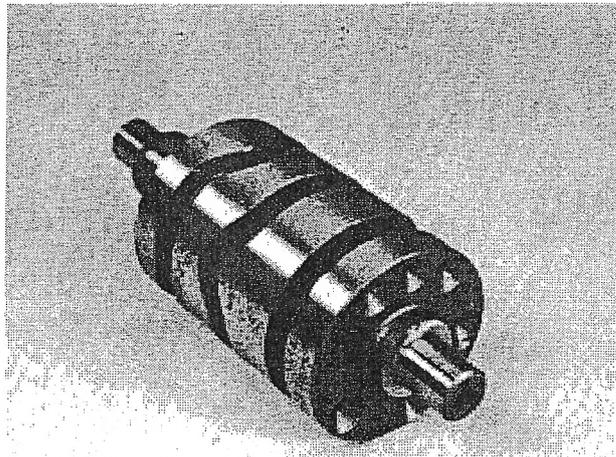

FIG. 27
5.El tambor de cambios tiene seis agujerillos o rebajes en un extremo (Fig 27)